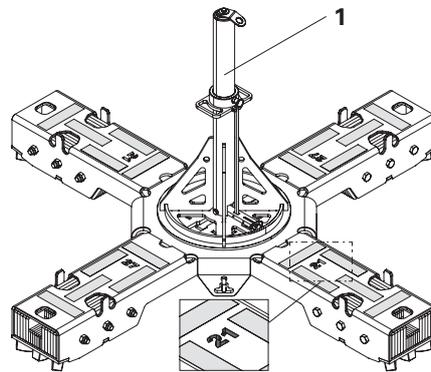

Abb. B3.01
- Für SKY-Anker 21 mm **(1)** die Aufnahme SKY-Anker 21 mm verwenden. (Abb. B3.01)